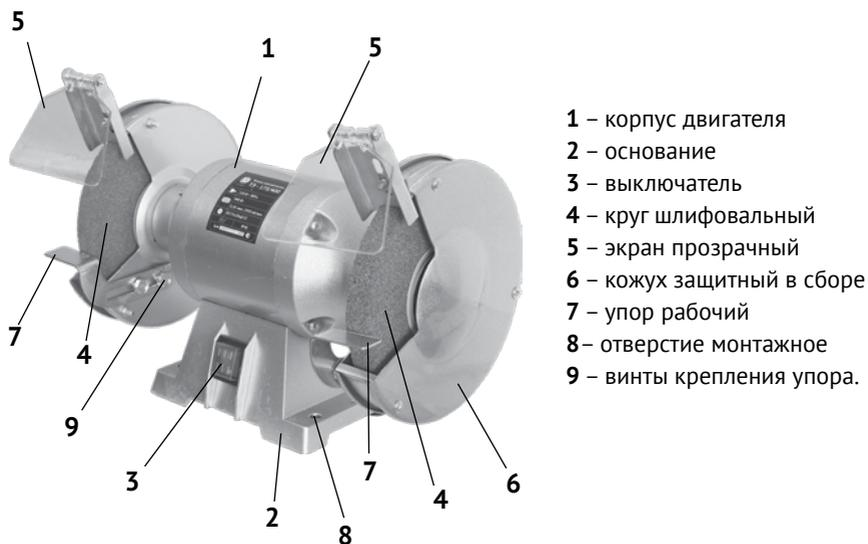
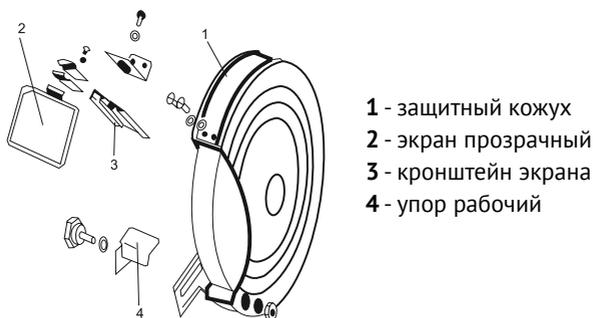

рис. 1
рис. 2
1.6 Общий вид точила представлен на рис.1
1.7 Точило состоит из асинхронного двигателя в металлическом корпусе (рис.1 поз.1) закреплённом на основании (рис.1 поз.2). На якорь двигателя (с двух сторон), между опорным и зажимным фланцами крепится шлифовальный (точильный) круг (рис.1 поз.4). Это основной рабочий инструмент точила. Для безопасной работы на корпусе двигателя смонтированы защитные кожухи (рис.1 поз.6). На кожухе крепятся: кронштейн прозрачного (защитного) экрана (рис.1 поз.5) и рабочий упор (рис.1 поз.9), обеспечивающий опору затачиваемому инструменту.
1.8 Выключатель (рис.1 поз.3) расположен на основании точила (рис.1 поз.2). Он имеет два фиксированных положения, обозначенных символами: «I» - включено и «0» - выключено.
2.1.1 Установите точило на верстаке (рабочем столе) и закрепите винтами (саморезами), используя крепёжные отверстия (рис.1 поз.8).
2.1.2 Закрепите на кожухах, используя крепёж из комплекта поставки, рабочие упоры (рис.1 поз.7) и защитный прозрачный экран (рис.1 поз.5), как показано на рис.2.
2.2.2 Регулировка экранов (см. рис.2)
Экран прозрачный (рис.2 поз.2) защищает глаза и руки оператора от искр, летящих от затачиваемого инструмента. Всегда используйте его при работе. При первоначальной установке и по мере износа шлифовальных кругов, периодически проводите регулировку установки кронштейна экрана (рис. 2 поз.3). Кронштейн экрана (искрогаситель) устанавливается на минимальном расстоянии от
### 2.2.3 Регулировка рабочих упоров (см. рис.2)
Для компенсации износа шлифовальных кругов необходимо периодически производить регулировку рабочих упоров (рис.2 поз.4):
- ослабить винты крепления упора (рис.1 поз.9);